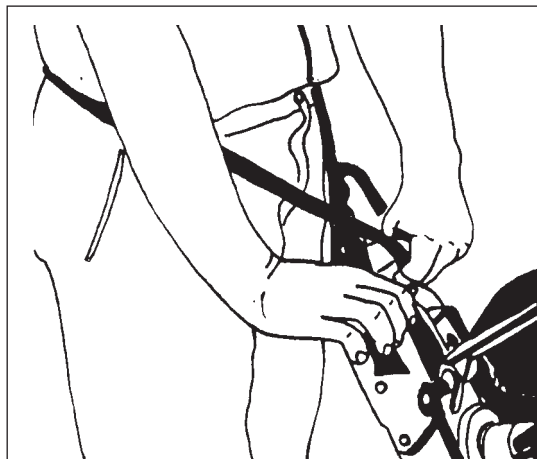

Figura 5
- b. Cruce las correas a la altura de la cintura. Consulte la Figura 5.